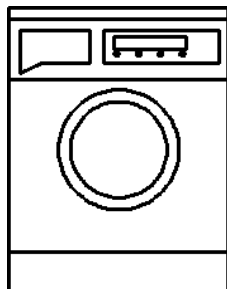

图 17.6.17 阵列圆
Step11. 阵列圆。选择下拉菜单 **修改(M)** → **阵列(A)** → **矩形阵列** 命令，选取上步创建的圆为要阵列的元素，按 Enter 键，系统弹出“阵列创建”选项卡，在 **列数** 文本框中输入值 4，在 **介于** 文本框中输入值 100，在 **行数** 文本框中输入值 1，单击 **确定** 按钮，完成阵列的创建，如图 17.6.17 所示。